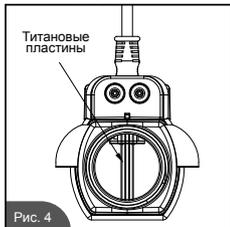

Рис. 4
5. Отсоедините переходник от выходного патрубка хлоратора. Осмотрите внутреннюю часть электролизера на предмет обнаружения осадка и отложений – следы окисленных хлопьев – на титановых пластинах. Если отложений нет, установите на место переходник и соединительный шланг. (См. Рис.4)